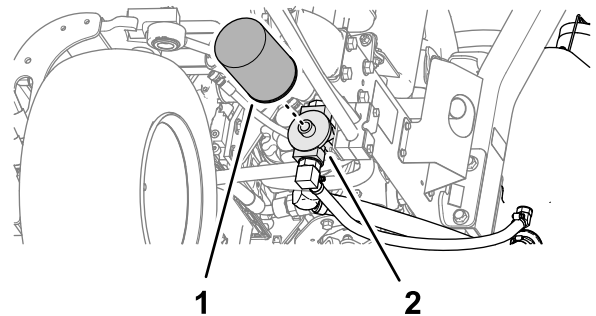

Figure 91
2. Nettoyez la zone autour de la surface de montage du filtre. Placez un bac de vidange sous le filtre (Figure 91) et enlevez le filtre.